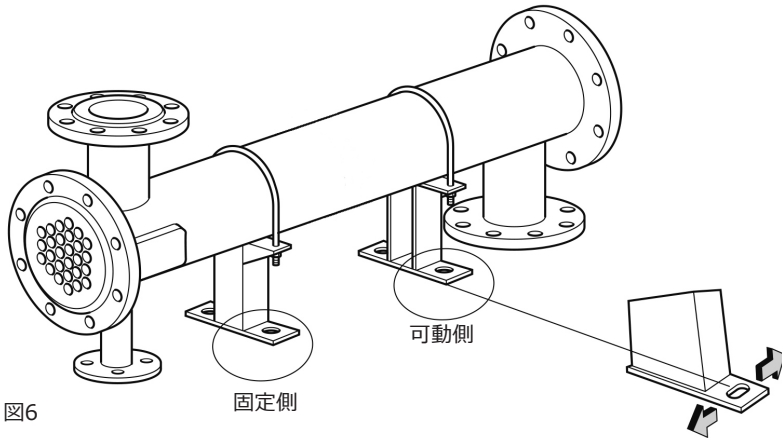

図6
4.6 ユニットの一方の端にあるサドルボルトを緩めて自由に膨張できるようにします（図6参照）。